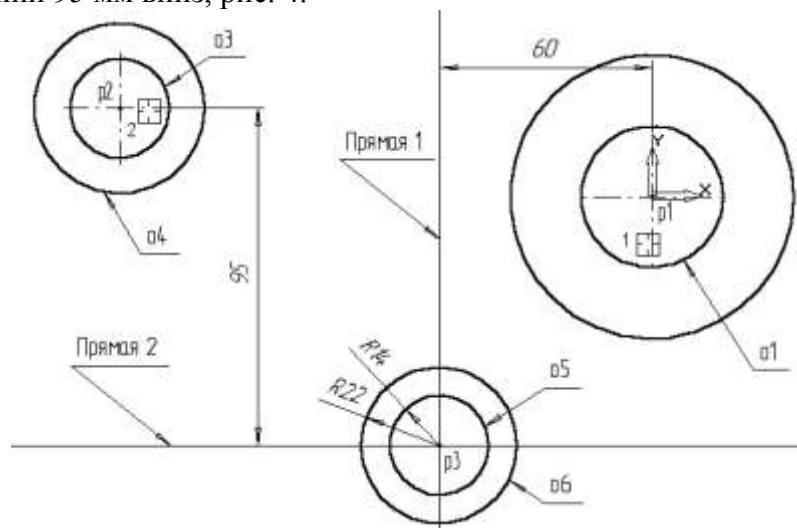

Рис. 4
6.С помощью команды **Параллельная прямая** постройте вспомогательную прямую 1, параллельную вертикальной оси симметрии окружности o1 (мишень 1) на расстоянии 60 мм слева от нее, рис. 4.
7.Затем постройте прямую 2, параллельную горизонтальной оси симметрии окружности o3 (мишень 2) на расстоянии 95 мм вниз, рис. 4.
8.Постройте окружность o5 с осявыми линиями и радиусом 14 мм. Положение центральной точки укажите в точке p3 пересечения построенных вспомогательных прямых с помощью привязки **Пересечение**, рис. 4.